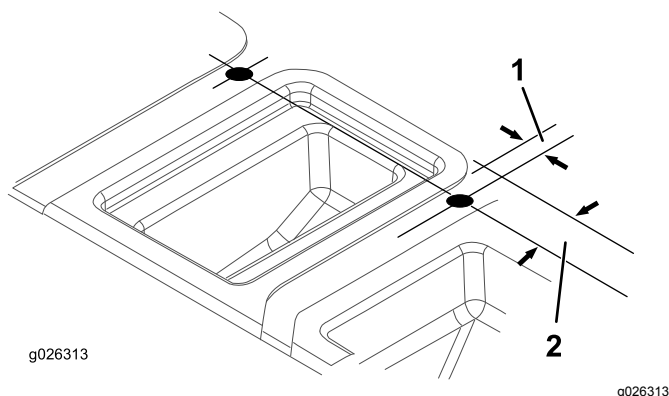

Figura 10
7. Usando las dimensiones indicadas en Figura 10, localice, marque y perfora 2 taladros en la parte superior de la moldura del asiento.